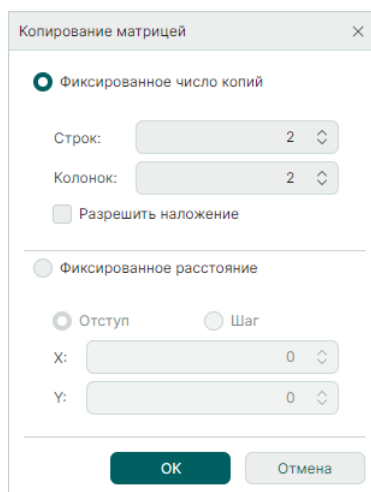

Рис. 276 Фиксированное число копий
- «Фиксированное число копий» – укажите число строк и колонок и установите при необходимости флаг в поле «Разрешить наложение» для допуска наложения копируемых объектов друг на друга, см. Рис. 276.